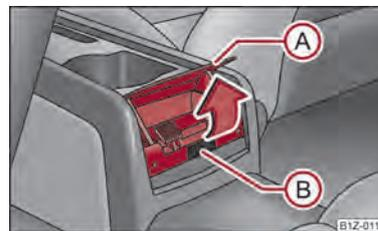

Fig. 71 Consola central inferior: Cinzeiro atrás
- Pegue na tampa do cinzeiro pelo canto inferior **A** e dobre para abrir na direcção da seta ⇒ Fig. 71.